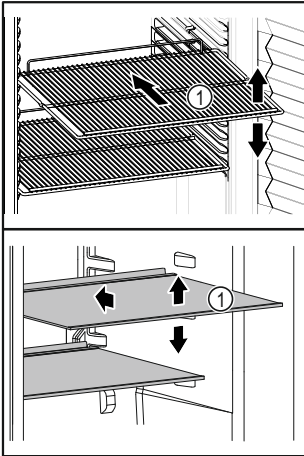

Fig. 5 Immagine a titolo di esempio
- Se i ripiani Fig. 5 (1) sono spostati, adattare i ripiani in base all'altezza.
- Mantenere libere le fessure di ventilazione (2) della ventola di ricircolo nel vano interno.